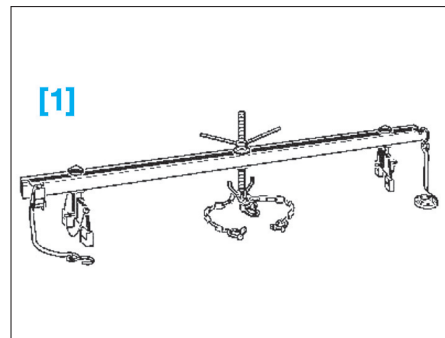

Fig. 8
- [1]. Outil de soutènement du moteur (outil Renault Mot. 1453) (Fig.8).